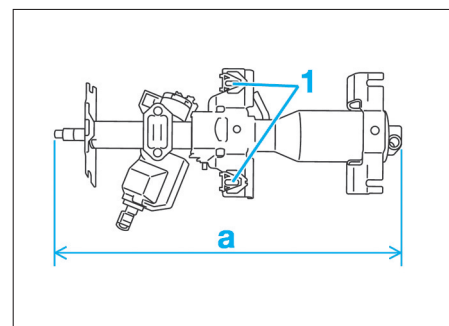

FIG. 13
- Contrôler, que les deux capsules (1) soient bien fixées au support de la colonne de direction (Fig.13).